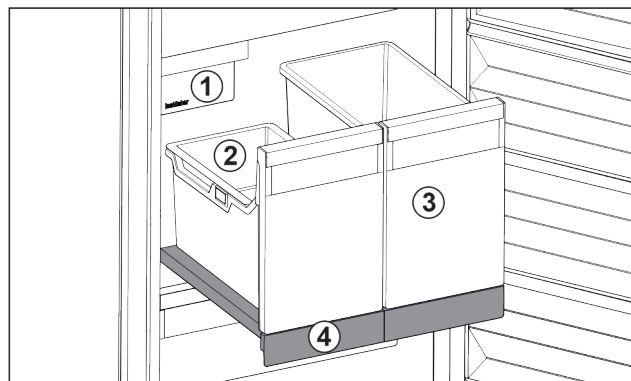

Fig. 88 Ripiano estraibile con IceTower
- (1) IceMaker
- (2) Vaschetta da agganciare per cubetti di ghiaccio
- (3) Contenitori ad es. per pizza, bevande alcoliche
- (4) Ripiano estraibile
Sul ripiano estraibile ci sono due contenitori alti (IceTower). I cubetti di ghiaccio dall'IceMaker vengono raccolti e conservati nel contenitore Fig. 88 (2). Il contenitore Fig. 88 (3) è adatto per conservare alimenti alti come pizze o bevande alcoliche.